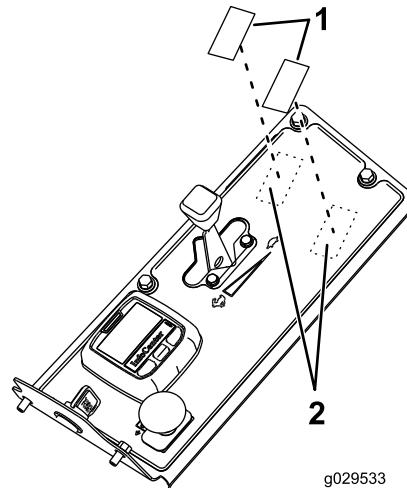

Рисунок 23
5. Найдите и удалите с верхней части панели управления две выбивные заглушки (Рисунок 23).